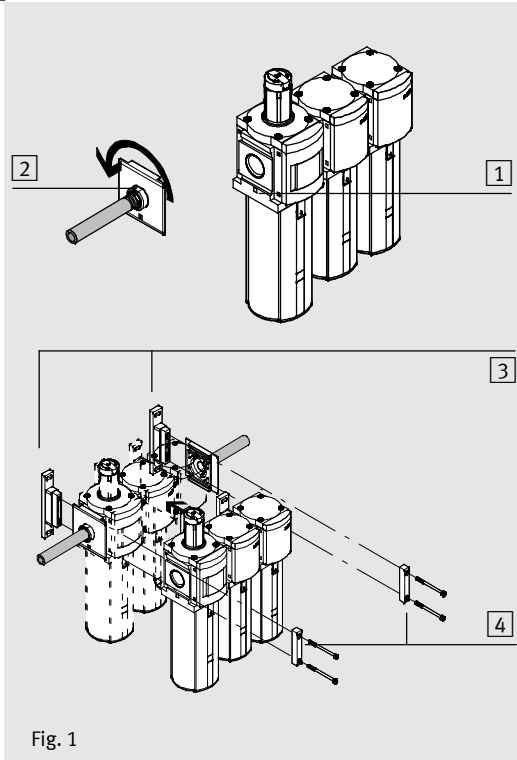

Fig. 1
Placa base tipo MS12-AG.. / MS12-MV (Fig. 1)
a) Premontaje (Fig. 1 arriba)
b) Montaje final (Fig. 1 abajo)
1. Atornille ambos tornillos de fijación primero a través de ambos agujeros en la placa frontal (4).
3. Coloque las placas frontal y posterior (4) y (3) entre el MS12... y la placa de conexión en cada lado.
4. Apriete los tornillos de la placa frontal (4) en la placa posterior (3). Véase la tabla 2 en el capítulo "Especificaciones técnicas" para los pares de apriete.
Raccord pour tuyau type MS12-AG.. / MS12-MV (fig. 1)
a) Prémontage (fig. 1 en haut)
b) Montage final (fig. 1 en bas)
1. Visser préalablement les deux vis de fixation dans les deux trous de la plaque avant (4).
3. Sur chaque côté, placer la plaque avant et la plaque arrière (4) et (3) entre le MS12... et la plaque de fixation.
4. Serrer les vis de la plaque avant (4) dans la plaque arrière (3). Le tableau 2 du chapitre Caractéristiques techniques indique les couples de serrage.